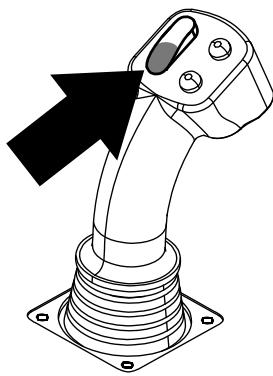

Figura 30
- Mantenga pulsada la sección inferior del interruptor basculante (Figura 30) hasta que el conjunto de leva gire hacia delante del todo hasta el soporte y los elevadores levanten el tubo restante hasta el portatubos (Figura 31).